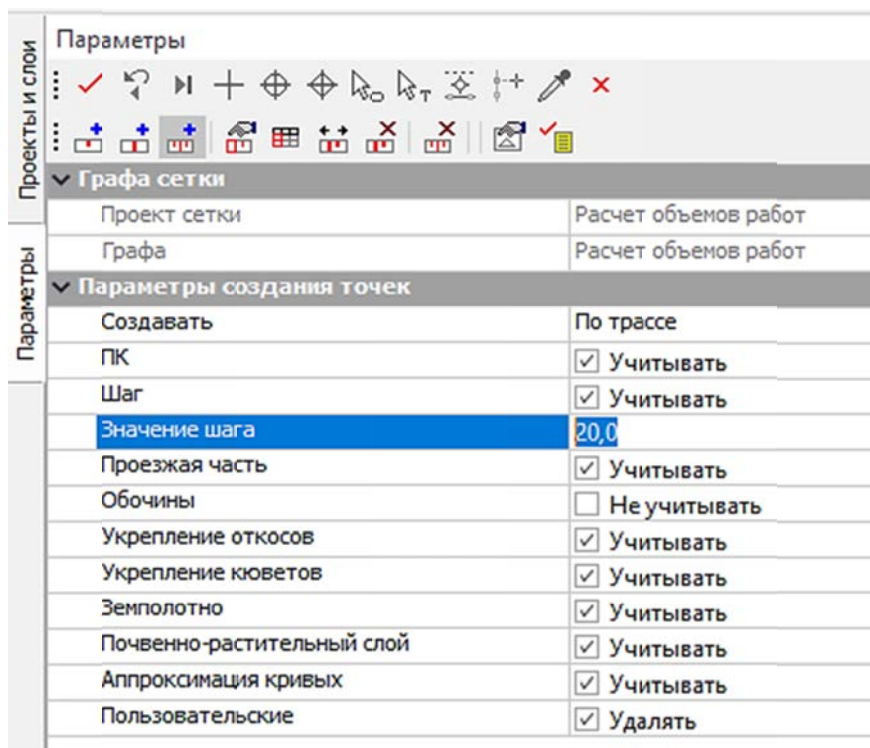

Рис. 2.6. Создать точки по параметрам
4. В локальной панели выберите команду СОЗДАТЬ ТОЧКИ ПО ПАРАМЕТРАМ. Выберите настройку **Учитывать** для всех параметров. Измените шаг создания дополнительных точек – 20 м (рис. 2.6).